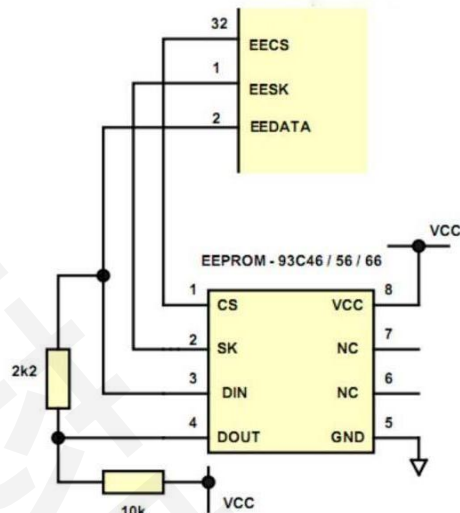

图 6 EEPROM 配置
图 6 说明了如何将 FT232BL-HX 连接到 93C46 (93C56 或 93C66) EEPROM。EECS (引脚 32) 直接连接到 EEPROM 的芯片选择 (CS) 引脚。EESK (引脚 1) 直接连接到 EEPROM 的时钟 (SK) 引脚。EEDATA (引脚 2) 直接连接到 EEPROM 的数据输入 (Din) 引脚。存在 EEPROM 的数据输出 (Dout) 可以与 FT232BL-HX 的 EEDATA 引脚同时驱动的潜在条件。为了防止在这种情况下潜在的潜在数据冲突, EEPROM 的 DOUT 通过 2.2K 电阻连接到 FT232BL-HX 的 EEDATA。